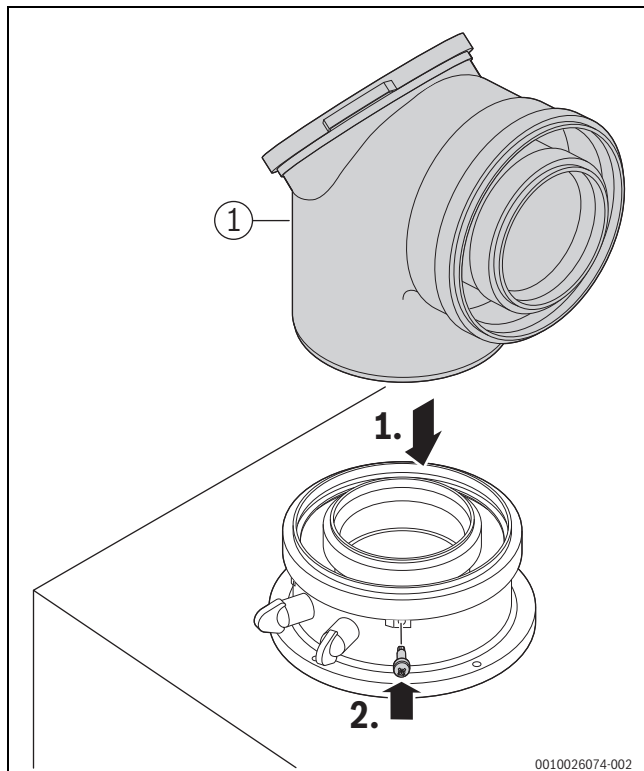

Fig. 81 Insérer les accessoires de fumisterie et fixer avec la vis
- Raccordement des accessoires de fumisterie (→ fig. 81)